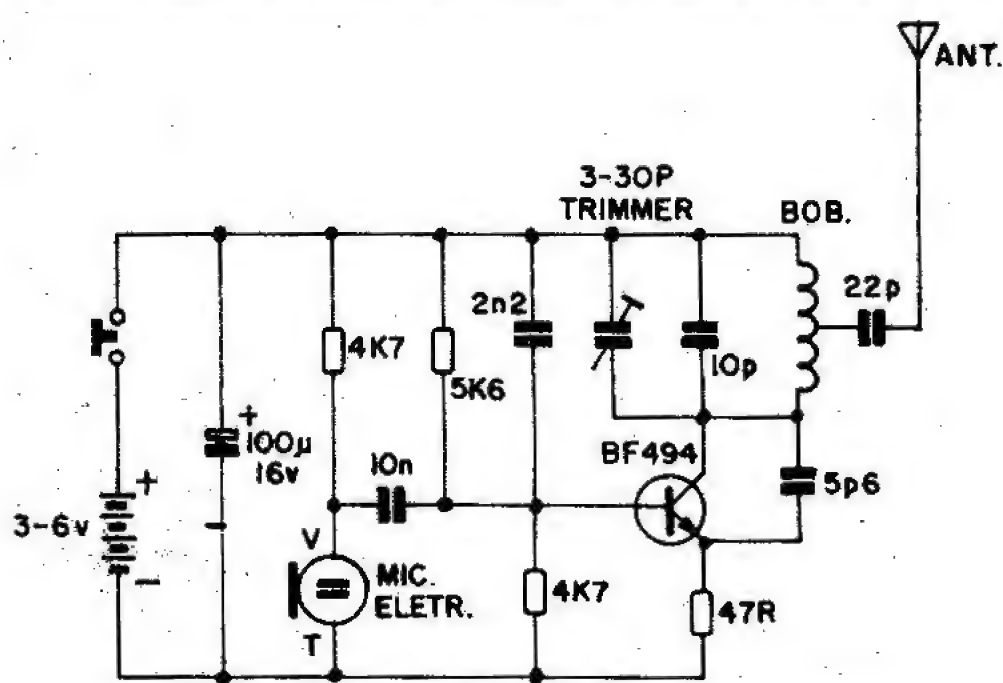

Fig.1
- **FIG. 1 - O CIRCUITO** - O arranjo circuitual do MICROTRANS FM é o que há de mais simples: um enxugadíssimo oscilador Colpitt's, levemente modificado, no qual um único transistor de alta frequência (BF494) trabalha com o módulo L-C de sintonia como carga de **coletor**, recorrendo à realimentação através de um capacitor de baixo valor (5p6) entre esse **coletor** e o **emissor**. O dito **emissor** está "carregado" pelo resistor de 47R, na função de limitar a Corrente geral "puxada" pelo arranjo. A polarização de base do BF494 é obtida através dos resistores de 5K6 e 4K7, desacoplada pelo capacitor de 2n2 à linha de alimentação **positiva**. Com o conjunto de sintonia formado por uma bobininha "feita em casa", mais o capacitor fixo de 10p e um **trimmer** cerâmico, tipo 3-30p, é possível ajustar-se a frequência bem "dentro" da faixa de FM comercial (tipicamente em torno dos 90 a 100 MHz), com o que fica fácil situar o funcionamento num ponto "vago" da dita banda, onde não exista estação operando. A modulação de voz é obtida a partir de um pequeno, sensível e fiel microfone de eletreto, cujo sinal de saída (via capacitor de 10n, sendo o eletreto polarizado pelo resistor de 4K7...) apresenta suficiente nível para excitação direta da base do transistor oscilante... Os sinais provenientes do microfone, numa configuração osciladora desse gênero, determinam dois tipos de ação: alteram a amplitude e a Frequência da oscilação... Quanto à amplitude, não nos interessa, nem interfere muito com o desejado funcionamento... Já a modulação em Frequência é justamente aquela que pretendemos, já que assim